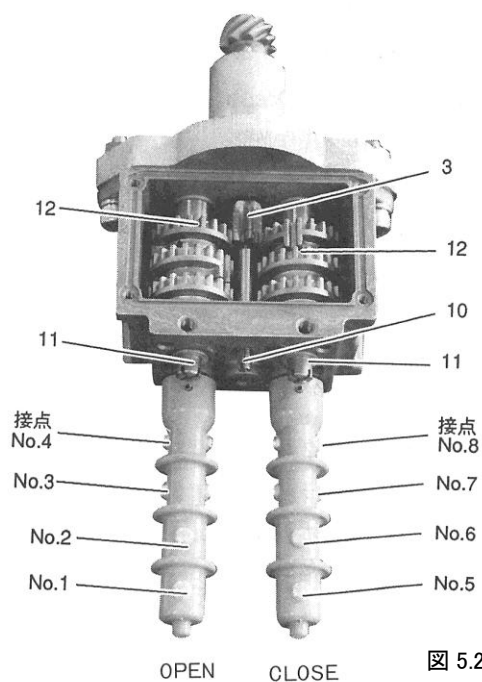
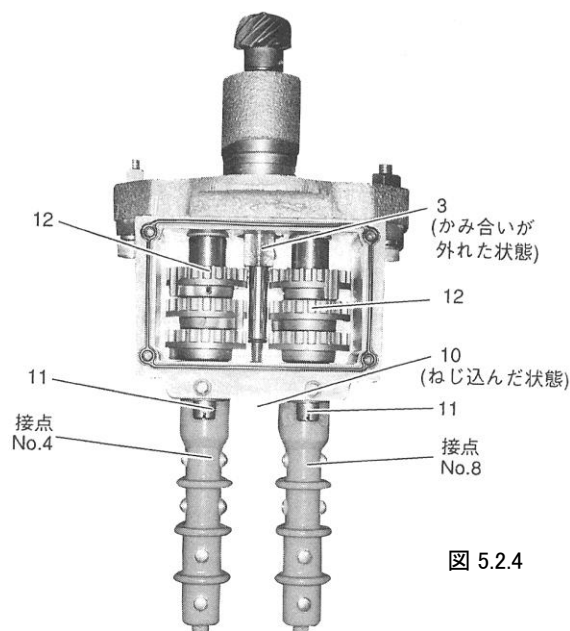
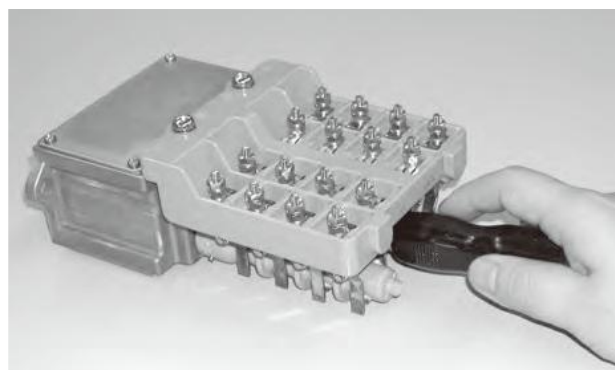

図 5.2.2
図 5.2.4
図 5.2.5
- ・⑩セッティングロッドを図5.2.5のようにドライブでねじ込み、③ドライブピニオンとの噛み合いを外します。（図5.2.4参照）
- ・現在の接点の状態がONならば、手順2で確認した方向と逆にドライブで⑩インタミッテントギアシャフトを回し、ロータが90度回転して、接点No.8がOFFに動作したところで止めます。
- ・現在の接点の状態がOFFならば、手順2で確認した方向と逆にドライブで⑩インタミッテントギアシャフトを回し、ロータがONになる位置を通過するまで回した後、手順2で確認した方向に⑩インタミッテントギアシャフトを回し、接点No.8がOFFに動作したところで止めます。
- ・⑩セッティングロッドをドライブで止まるまで左に回し、③ドライブピニオンと⑫インタミッテントギアが噛み合う状態に戻します。（図5.2.2参照）
- ・⑩インタミッテントギアシャフトをドライブで左右に軽く回してみて、正しく噛み合っている（開閉両側の⑩インタミッテントギアシャフトが回らない）ことを確認してください。以上で、閉側の調整を終了します。